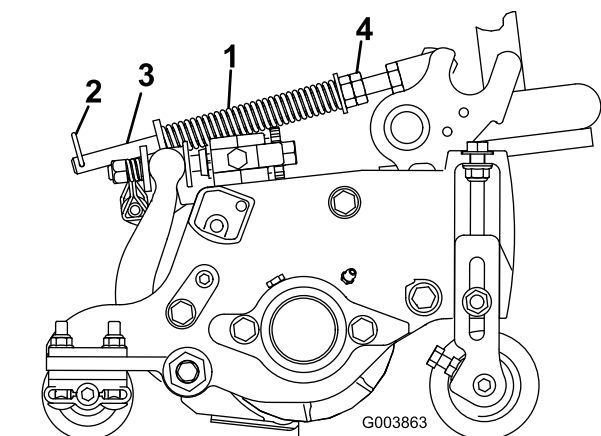

図 15
ターフ補正スプリング図 15は、前ローラから後ローラへと、カッティングユニットの体重移動を行います。これによりユニットを安定させ、いわゆる「波打ったような」仕上がりボビングとかマーセリングといわれる現象を防いでいます。
1. ヘアピンコッターがスプリングロッドの後の穴に差し込まれていることを必ず確認しおいてください図 15。
リールマスター 5510 と 5610 の7インチカッピングユニットでは 15.9 cm 図 15。